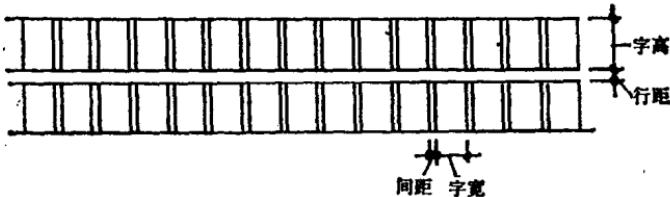

图 1-6 字高、字宽、行距和间距
(1)字体格式。为了保持字体长宽整齐，书写时应先打好字格。字格高宽比例，一般为3:2。为了使字迹清楚，行距应大于字距，如图1-6。字体的高度一般不小于4mm为宜。